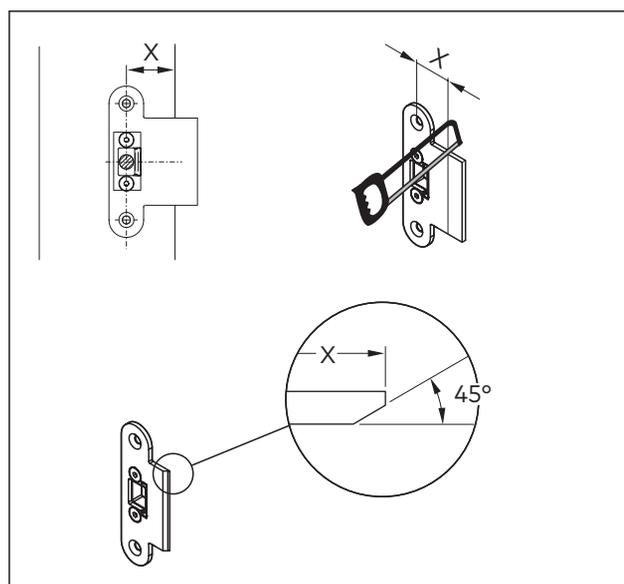

Abb. 52 Abmaße der Anpassungen
16. Das Stangenschließblech anpassen (Abb. 52).